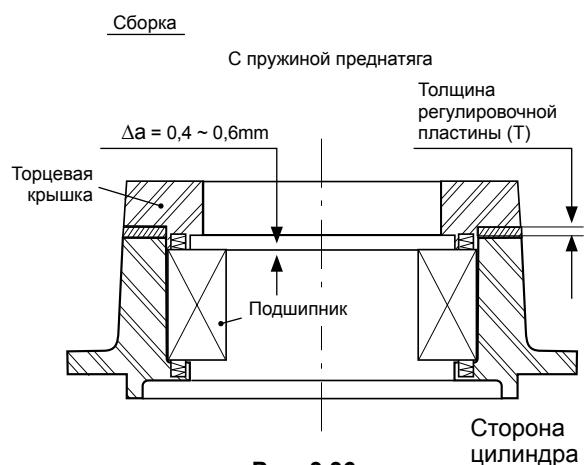

Рис. 3.36
- (4) Снимите торцевую крышку и установите пружины, затем соберите подшипник и установите регулировочные пластины заданной толщины (Т). Эту толщину можно определить (**Рис. 3.36, Таблица 3.1**).
- (5) Другие указания. В зависимости от типа, пружины, установленные в торцевую крышку, могут падать или не падать. Если в Вашем случае пружина может упасть, то заложите внутрь пружины достаточное количество пластичной смазки, чтобы удерживать таким образом пружину на месте.